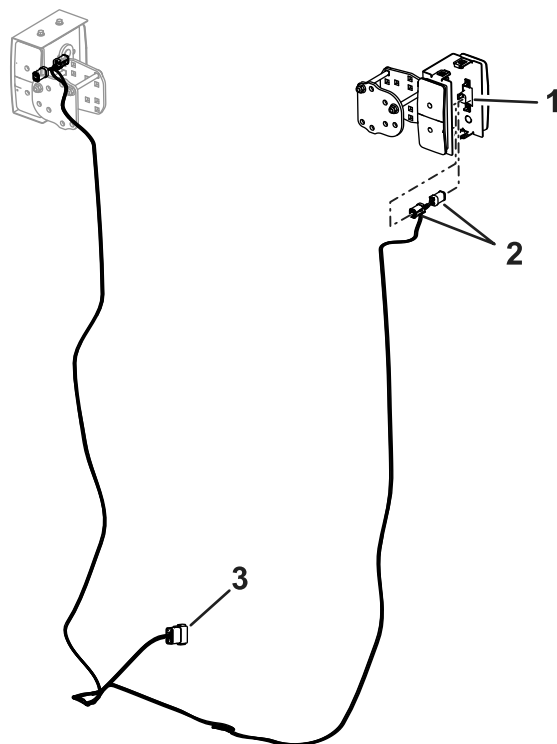

Figure 21
- Branchez le connecteur à 12 broches du faisceau sur le faisceau principal (Figure 21).
- Branchez le faisceau sur les feux avant et arrière (Figure 21).